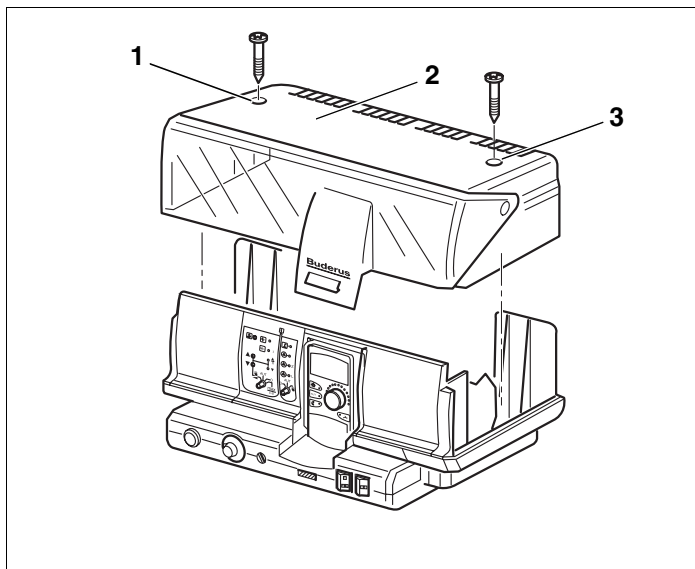

Fig. 13 Îndepărtarea capacului
- Se deșurubează cele 2 șuruburi de la partea superioară a capacului (fig. 13, **poz. 1 și 3**).
- Se scoate capacul (fig. 13, **poz. 2**).